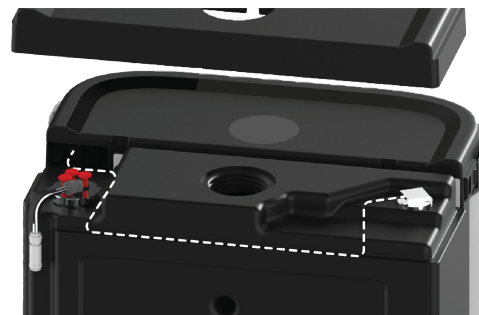

图 1
1. 对于储液罐液位控制器(端口 12; 参见第 10 页), 请确保液位传感器已用手拧紧至左上端口。将电缆沿凹槽向下布线, 穿过罐盖下方, 绕过管路, 并引至储液罐后部, 使装饰件与表面齐平(布线方式参见图 1)。将电缆连接至液位传感器端口(端口 12; 参见第 10 页)。